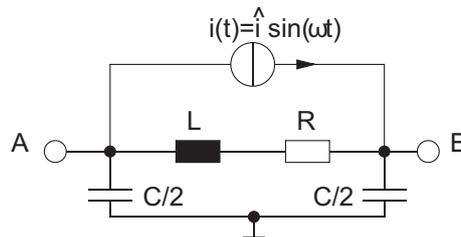

Abb. 1.3: Symmetrische Anregung
- b) Berechnen Sie die Eigenresonanzfrequenz  $f_r$  der Spule bei symmetrischer Anregung zwischen den Punkten A und B gemäß Abb. 1.3.
Die gezeigte Anordnung hat prinzipiell mehrere mögliche Eigenresonanzfrequenzen, je nachdem, wie sie angeregt wird. Für den in Abb. 1.3 gezeigten Fall der symmetrischen Anregung ist die Rückseite des Trägermaterials eine „virtuelle Masse“, da an Knoten A und B je der gleiche kapazitive Strom eingekoppelt wird, jedoch mit unterschiedlichem Vorzeichen. Effektiv wirksam für die Eigenresonanz ist in diesem Fall die Serienschaltung der beiden  $\frac{C}{2}$ , also  $\frac{C}{4}$ . Die Eingangsimpedanz ergibt sich folglich zu: